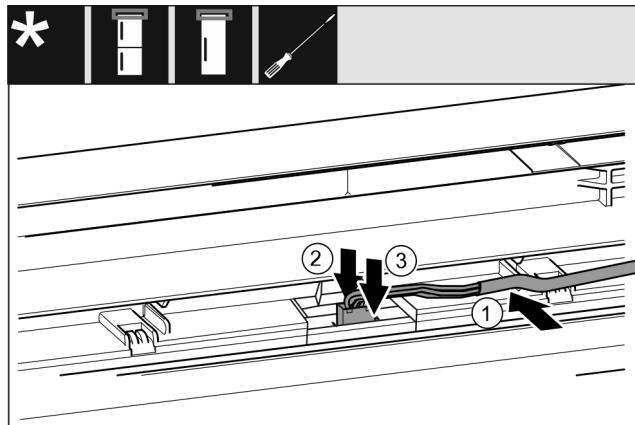

Fig. 61 Kühl-/Gefrierkombinationen / Gefriergeräte / Kühlgeräte*
- Kabel Fig. 61 (1) in die Führung in der oberen Tür einlegen.*
- Rastnase Fig. 61 (2) nach hinten drücken.*
- Stecker Fig. 61 (3) einrasten.*